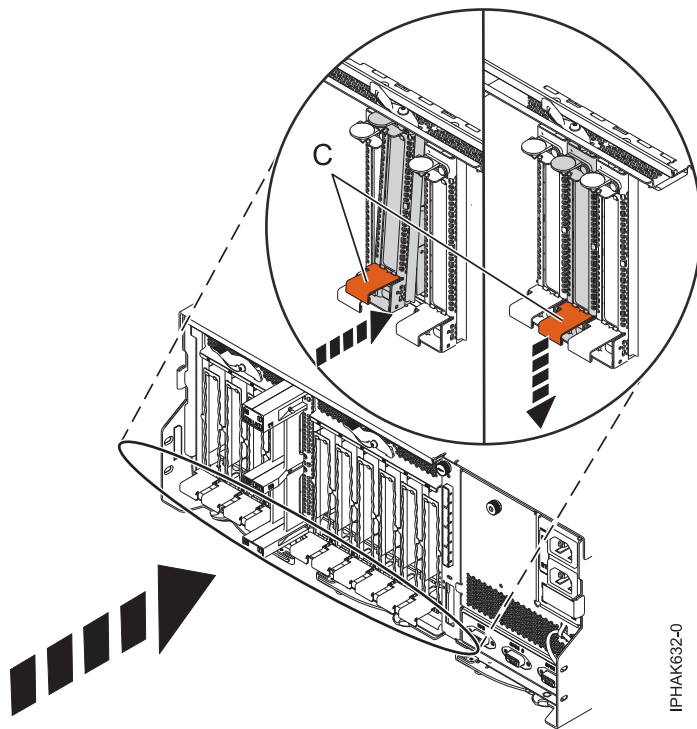

図 98. PCI アダプター・カセットの取り付け
1. 139 ページの図 98 で示されるように、下部カセット・ハンドル (C) が保持クリップ方向に押し上げられているようにします。これによりアダプターが、システム装置内で収められる正しい位置にセットされます。
3. カセットをシステム装置に完全に挿入したら、下部カセット・ハンドル (C) を下方向にしっかりと押してコネクターにアダプターをロックします。